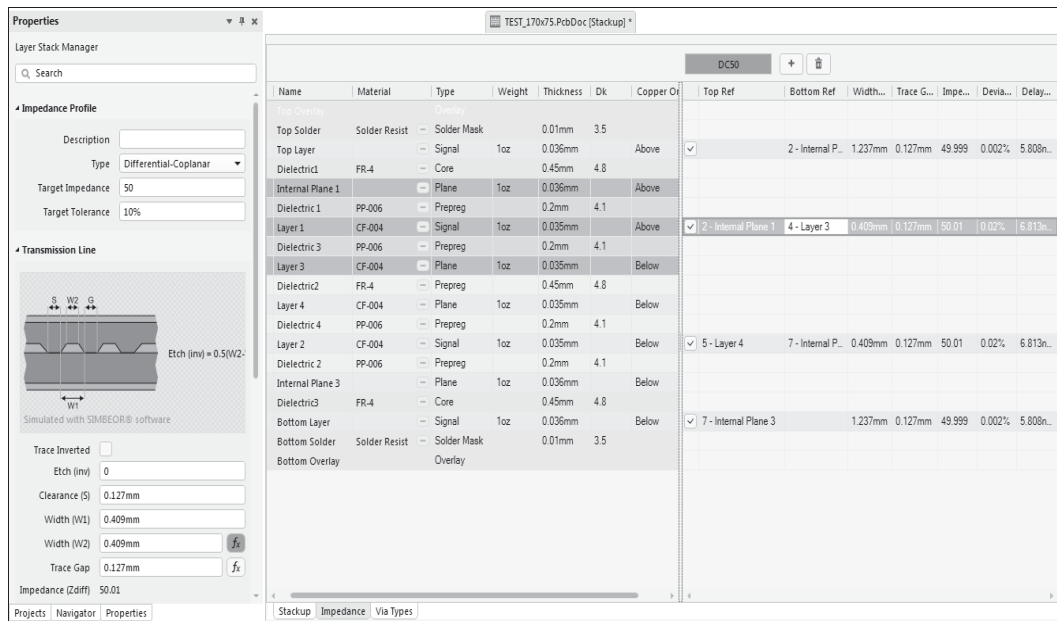

Рис. 3.21. Формирование копланарной линии передачи
3. В нижнем обрамлении правого поля окна Менеджера активизировать вкладку **Impedance** (рис. 3.21).
В секции **Impedance Profile** левого поля окна, показанного на рис. 3.21, располагаются опции настройки параметров линии передачи: